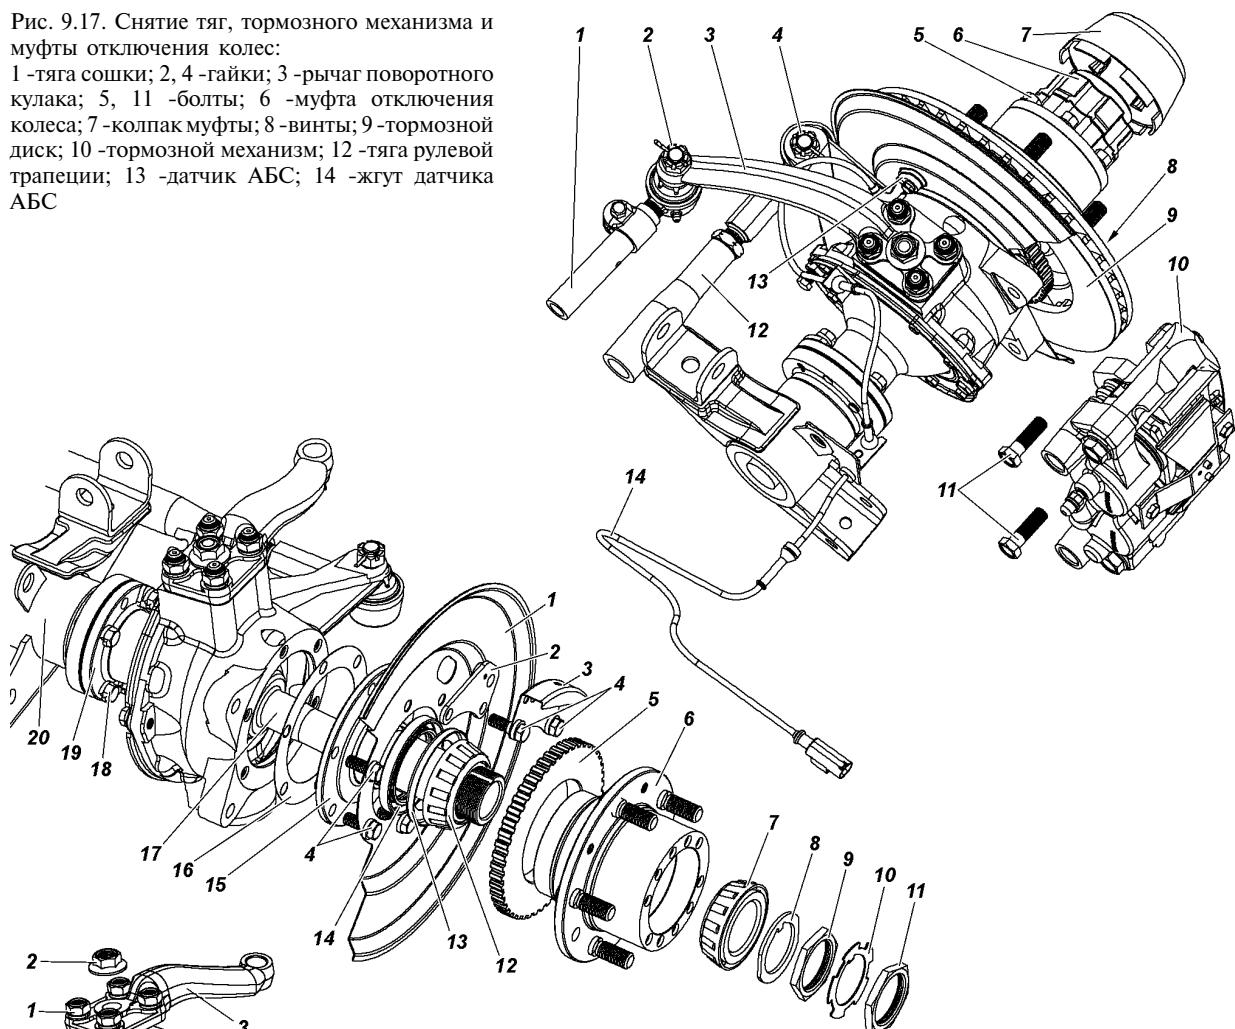

Рис. 9.18. Разборка поворотного кулака:
7. Выпрямите отогнутые края замочной шайбы 10 (рис. 9.18), отверните контргайку 11 и гайку 9, снимите стопорную шайбу 8 и внутреннее кольцо с роликами наружного подшипника 7 ступицы правого и левого колес.
12. Отверните болты 18 (см. рис. 9.18) крепления шаровой опоры 19 к кожуху 20 полуоси. Снимите упоры-ограничители поворота колес и выпрессуйте шаровые опоры из кожухов полуосей.